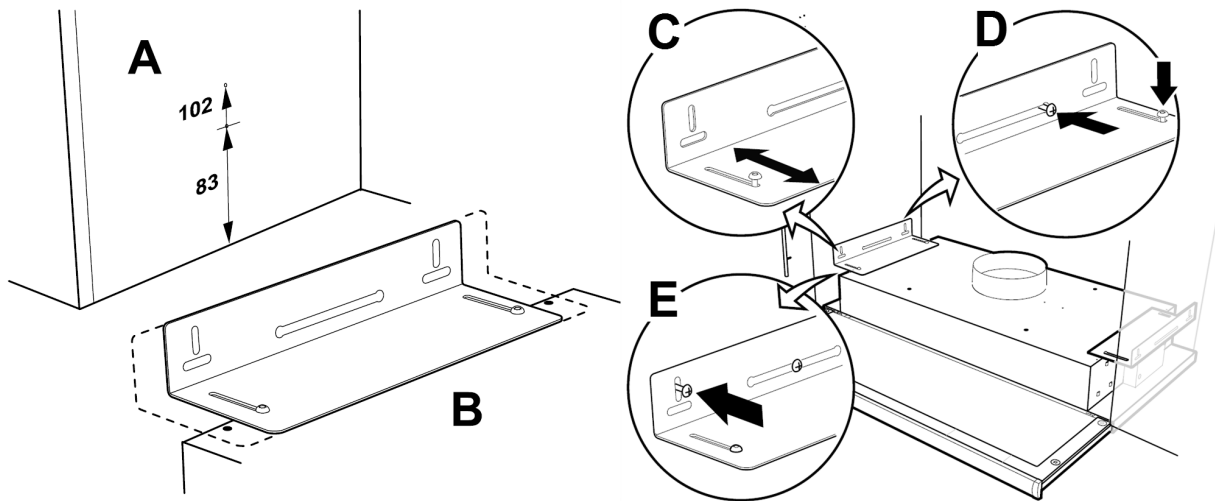

Bild 14 Montage mit Halterungen
Schrauben so anzeichnen und befestigen, dass sie einige Millimeter von beiden Schrankseiten vorstehen (Abbildung 14, Pos. A). Soll die Unterseite der Dunstabzugshaube mit der Unterseite der Schrankreihe ausgerichtet werden, ist das obere Maß 102 zu verwenden.; siehe Abbildung 14, Pos. A. Die Dunstabzugshaubenhalter sind auf verschiedene Schranktiefen einstellbar (Abbildung 14, Pos. B).
2. Verschieben Sie die Dunstabzugshaubenhalter, ohne die Schrauben festzuziehen, und stellen Sie die Halterungen so ein, dass sie an den Seiten der Schränke passen (Abbildung 14, Pos. C). Hängen Sie die Dunstabzugshaube in die vormontierten Schrauben an der Seite des Schrankes ein. Ziehen Sie die Schrauben in der Halterung und an der Wand fest (Abbildung 14, Pos. D). Befestigen Sie die Halterungen mit den Verriegelungsschrauben (Abbildung 14, Pos. E).